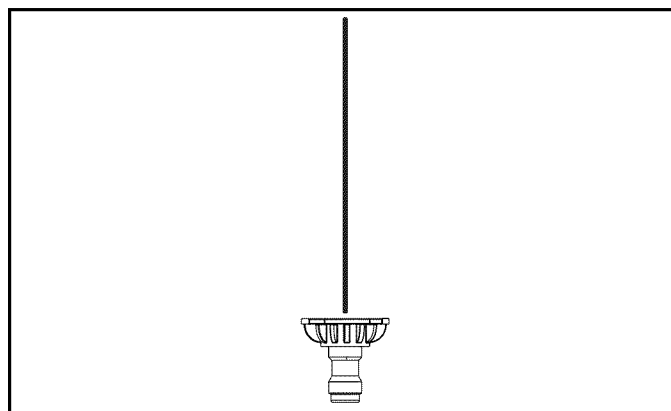

Figure 4-20. Buse de soufflage (rouge)
3. Afin de faire disparaître les taches tenaces sur le béton ou les surfaces maçonnées, utilisez la buse de soufflage rouge sur la surface tachée (Figure 4-20).